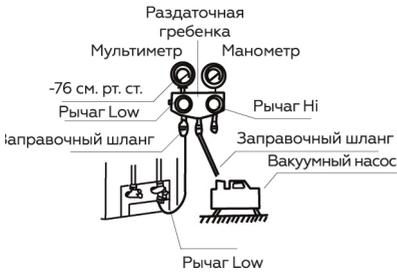

Рис. 39
3. Полностью откройте нижний рычаг раздаточной гребенки (Рис. 39).